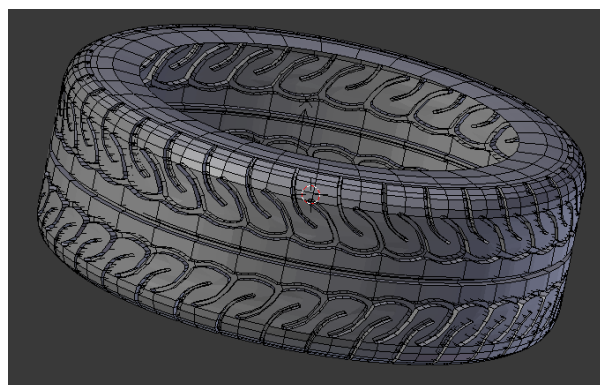

Figura 5.96
**26.** Na janela Right Ortho, seleccione o Bezier Circle e escale-o, **[S]**, até que os contornos fronteira da 1ª e última réplica coincidam, figura 5.96.